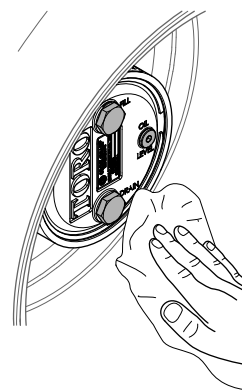

図 104
3. プラネタリハウジングとブレーキハウジングをきれいに拭く図 104。